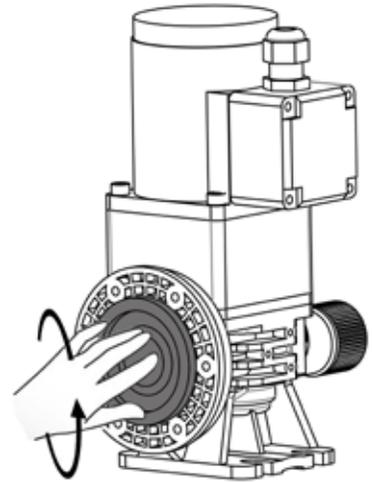

图 13
- 将过渡段内清洗干净，在推杆上涂抹油脂，保护金属件不被腐蚀，将新的膜片组件顺时针旋紧。（见图 13）